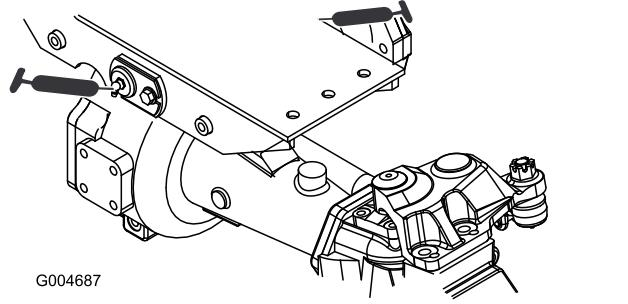

Figure 40
- 2 bagues de pivot d'essieu avant et arrière (Figure 40)